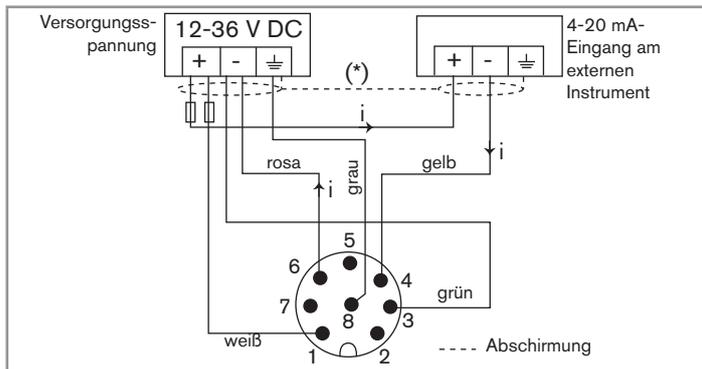
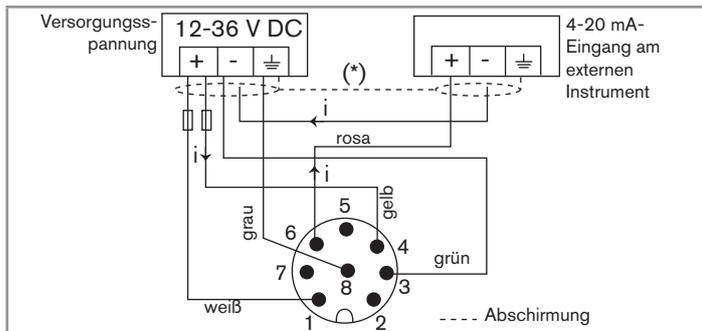

Bild 30: Anschluss als Senke des Stromausgangs einer Version mit 8-poligem M12-Gerätestecker
Bild 31: Anschluss als Quelle des Stromausgangs einer Version mit 8-poligem M12-Gerätestecker
Der Stromausgang kann entweder als Quelle oder als Senke angeschlossen werden. Siehe Bild 30 und Bild 31 für entsprechende Anschlusspläne.
(1) Überspannungsschutz, abhängig von der gewählten Last, installieren. z.B. EN175301-803-Buchse mit eingebautem Varistor.
(2) Bei Verwendung des Stromausgangs den 8-poligen M12-Gerätestecker gemäß Bild 30 bzw. Bild 31 bei einem Anschluss als Senke bzw. als Quelle anschliessen.